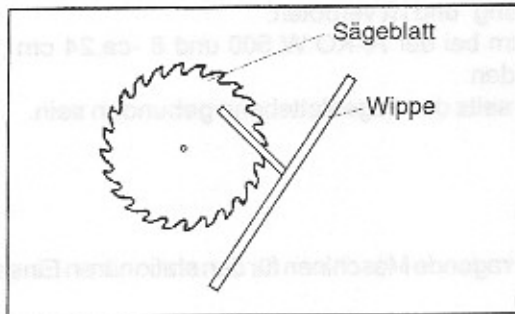

Abb. 1 Einbaurichtung des Sägeblattes
- neues Sägeblatt in Schneidrichtung zur Bedienperson auf die Welle aufschieben (siehe Abb. 1)